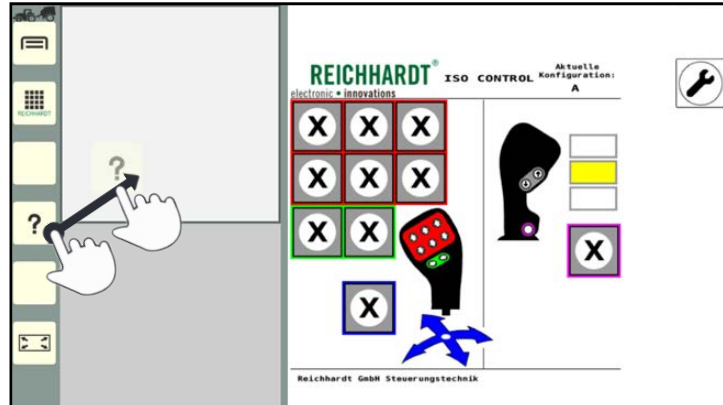

Abb. 72: Schnellwahltaste für Anwendung in Seitenleiste gedrückt halten
1. Ziehen Sie die Schnellwahltaste aus der Seitenleiste in ein beliebiges Fenster (siehe Abb. 72).